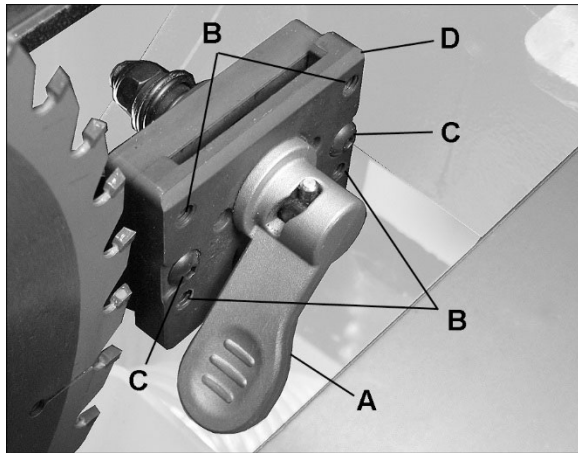

Figure 8-8
3. Tirez le levier (A, Figure 8-8), puis retirez le couteau séparateur, en notant la direction vers laquelle le couteau séparateur doit être déplacé afin de l'aligner avec la lame de scie.
4. Utilisez une clé hexagonale de 3 mm pour effectuer des réglages sur quatre vis de pression (B, Figure 8-8). Réglez l'une des vis de réglage nécessaires pour aligner le couteau séparateur avec la lame de scie.
5. Réintroduisez le couteau séparateur, fixez celui-ci en serrant le levier (A) et vérifiez l'alignement à chaque fois que vous êtes à l'étape 2.
8. Utilisez une clé hexagonale de 3 mm pour desserrer deux vis bouton à pans creux (C, Figure 8-8). Cela permettra au pinceur de travail (D) de bien glisser dans les deux sens sur la base fixe.